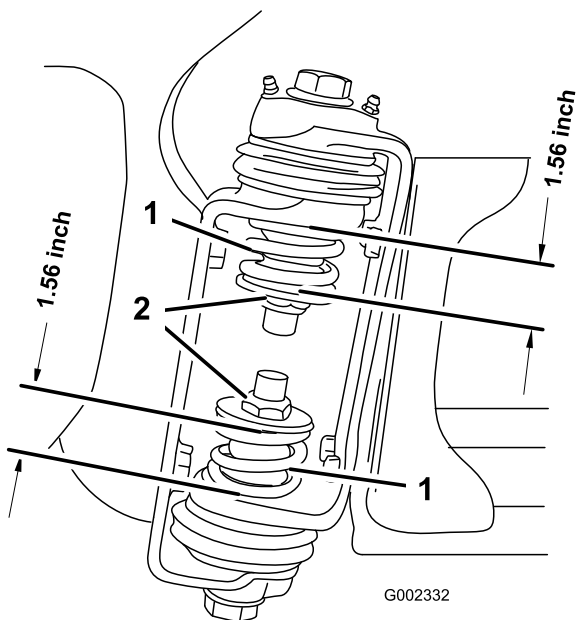

Bild 27
3. Messen Sie am Scharnier des Auslegers die Komprimierung der oberen und unteren Federn, wenn die Ausleger ausgefahren sind (Bild 27).